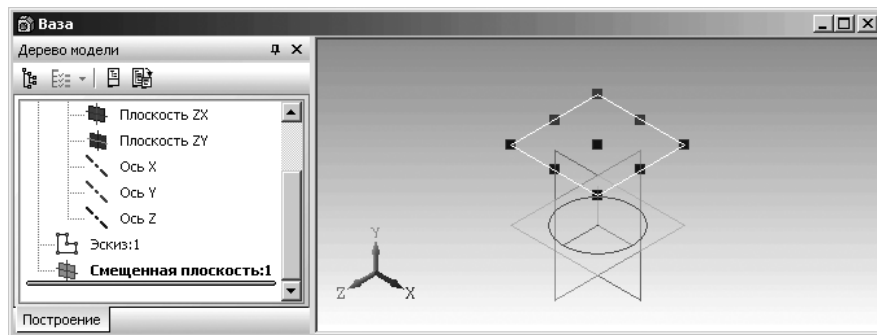

Рис. 2.131. Первый эскиз-сечение и первая смещенная плоскость
- щелкните в окне **Дерево модели** по плоскости **Смещенная плоскость:1**. Появится изометрическое изображение этой плоскости, в режиме построения модели. Активируется кнопка **Эскиз** на панели инструментов **Текущее состояние** (рис. 2.131);